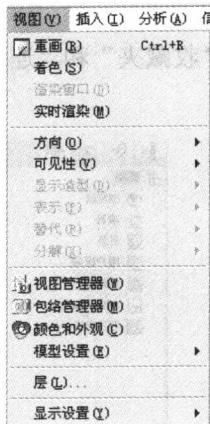

图 1-8 下拉菜单
当单击主菜单栏的任一个菜单选项时，系统将菜单下拉，并显示出所有与该菜单有关的指令选项，因此，也称为下拉菜单，如图 1-8 所示，下面对下拉菜单进行简单的说明。
(1) 括号加注文字：如图 1-8 所示，“视图”菜单的“重画”选项，旁边的括号里有一个字符“R”，这是系统存储的字符，如果在选中此菜单后，再在键盘上按下这个字符对应键，系统便会自动执行该项指令。当然，也可以通过鼠标直接选中。